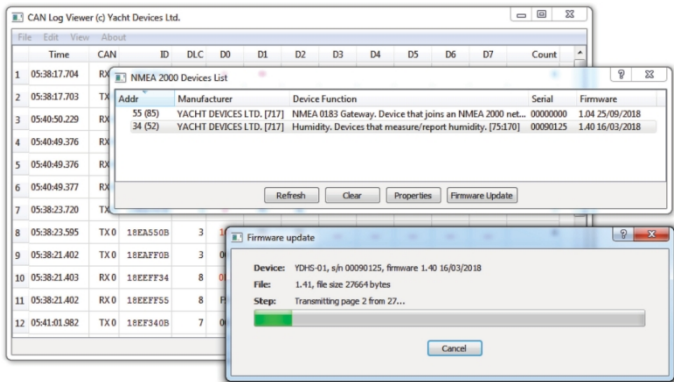

Рисунок 1. Обновление прошивки датчика влажности
2. Нажмите кнопку «Refresh» (см. рис. 1 на следующей странице) в открывшемся окне и дождитесь появления устройства в списке.